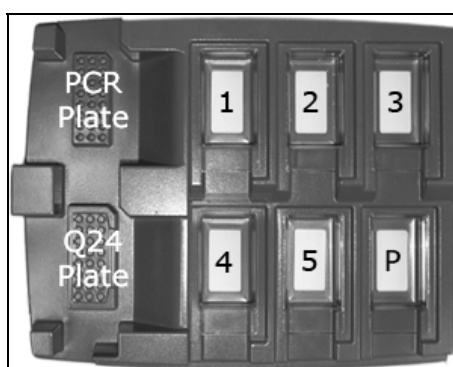

Figura 3. Colocação da placa de PCR (ou tiras) e da PyroMark Q24 Plate na estação de trabalho a vácuo.
- 3. Coloque a placa de PCR (ou tiras) do Protocolo 3 e a PyroMark Q24 Plate na mesa de trabalho (ver figura 3).**